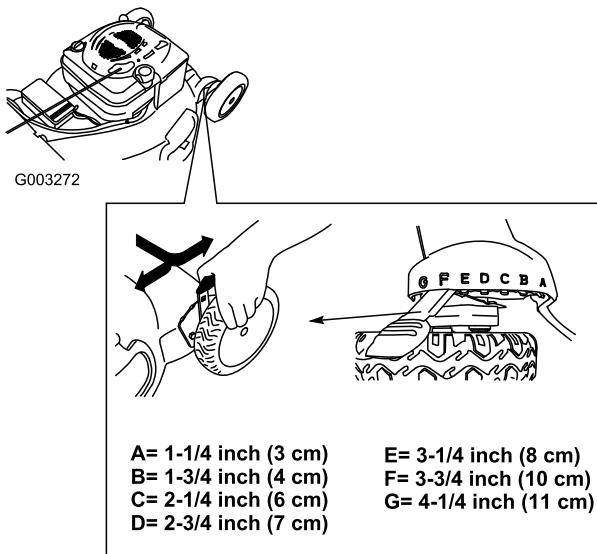

Figure 12
**Remarque:** Pour éléver le tablier de coupe, déplacez les 4 leviers de hauteur de coupe en avant ; pour abaisser le tablier, ramenez tous les leviers en arrière (Figure 12).